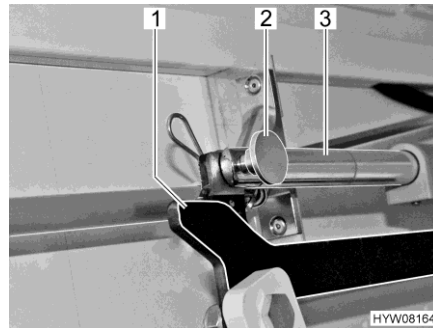

Fig. 111 Accionamiento (cama ele-vada)
- Retirar la unión (la clavija hendida de retención y el perno) (Fig. 111,2) entre la barra de empuje (Fig. 111,3) y la palanca (Fig. 111,1).
- Meter la mano por abajo entre la pared lateral y el varillaje de la cama elevada, y retirar la unión (la clavija hendida de retención y el perno) (Fig. 111,2) entre la biela (Fig. 111,3) y la palanca (Fig. 111,1).